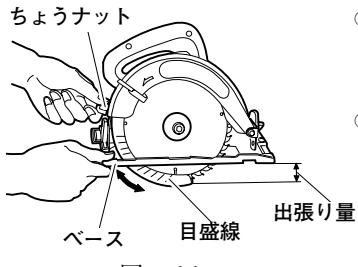

図 11
- ベースとのこ刃とが直角になっているときは、保護カバーの目盛を利用して切込み深さが調整できます(図11)。例えばベースの底面を45(1.5)の目盛線に合わせると、そのときの切込み深さは約45mm(1寸5分)になります。